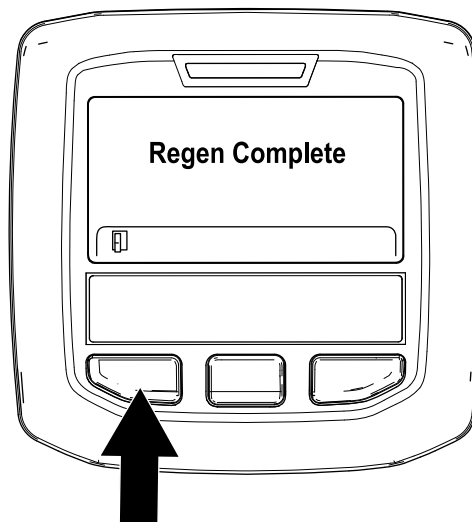

Figure 48
9. La régénération en stationnement est terminée quand le message « Regen Complete » (régén. terminée) s'affiche dans l'InfoCenter. Appuyez sur le bouton gauche pour quitter l'écran d'accueil (Figure 48).